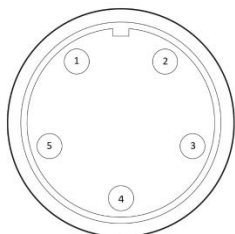

Рис. 7.5.1. Разъём 5-pin.
2. Подключите разъём управления педалью (См. рис. 7.5.1).